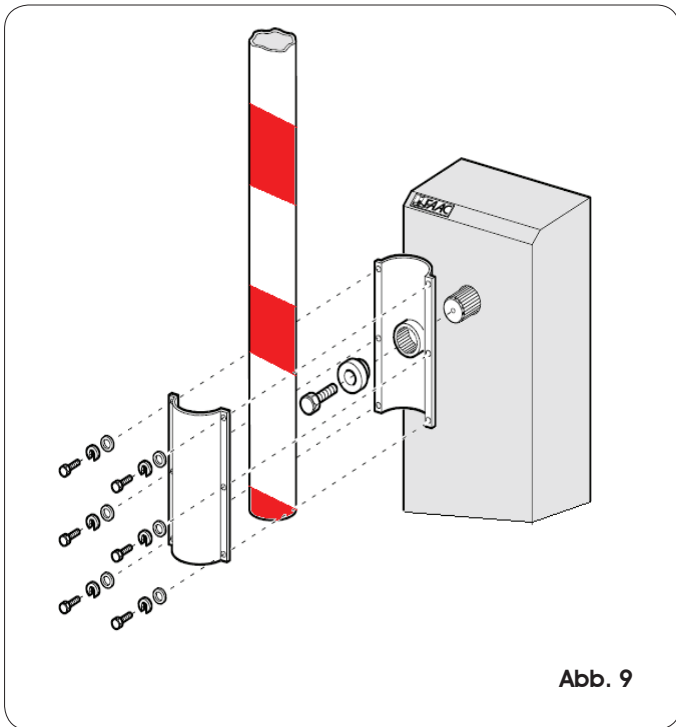
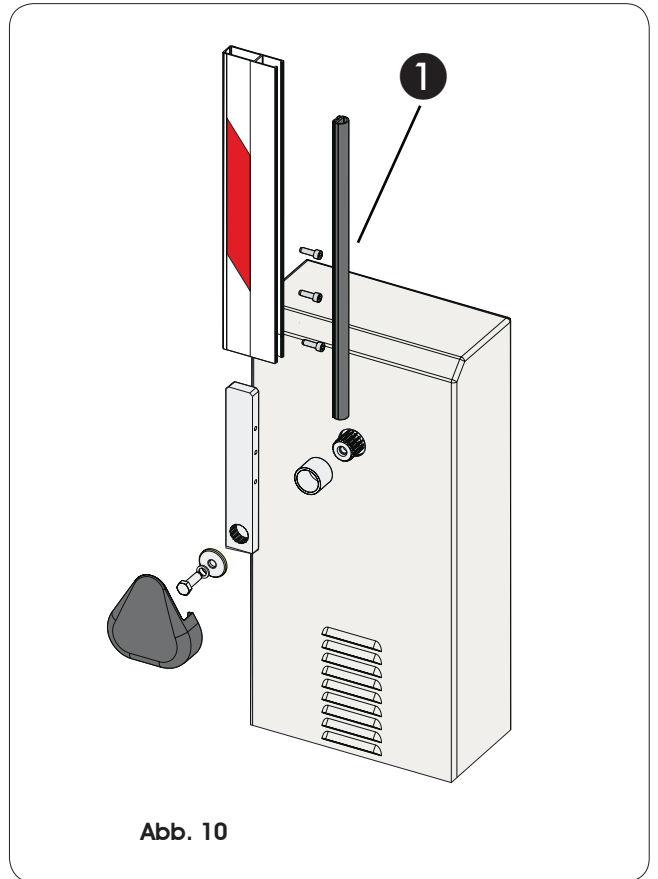

Abb. 9
Abb. 10
- 4) Den Balken mit Hilfe des im Lieferumfang enthaltenen Schraubenmaterials montieren (siehe Abb. 9, 10 und 11). Das Gummiprofil des rechteckigen Balkens muss in Schließrichtung gerichtet sein, siehe Abb. 10 Bez. 1.
2. Den Balken hochstellen und aus der Balkenaufnahme herausheben (siehe Abb. 9, 10 oder Abb. 11).